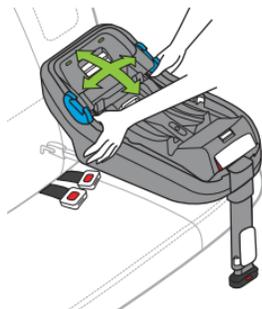

Figure 46
- Saisissez la base d'auto sur le dessus des connecteurs du DUA, tirez la base de l'avant vers l'arrière et de gauche à droite pour vous assurer que l'installation est sécuritaire, tel qu'illustré dans la **Figure 46**. Le système DUA DOIT rester serré et la base ne doit pas bouger de plus de 2,5 cm (1 po) dans n'importe quelle direction.